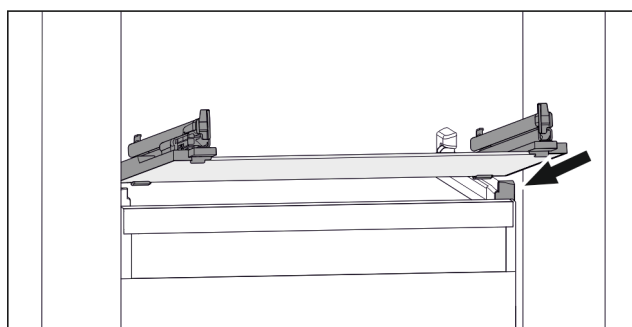

Fig. 108 玻璃隔板例图
- ▶ 将玻璃隔板斜放在止动器后面。(参见 Fig. 108)